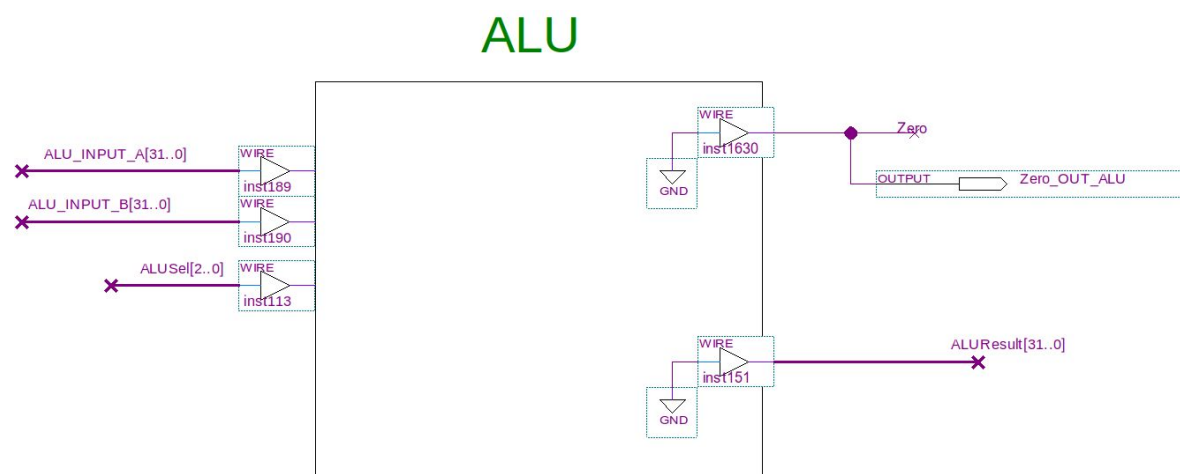

Figura 2.
À direita do diagrama, encontra-se o slot reservado para a ULA conforme mostra a figura 2. As linhas **ALU\_INPUT\_A** e **ALU\_INPUT\_B** são reservadas para as entradas A e B respectivamente. **ALUSel** é o terminal para conexão do seletor (chamado de F na prática 1). **ALUResult** é a saída (S) da ULA e **Zero** é a linha de conexão da flag de zero.